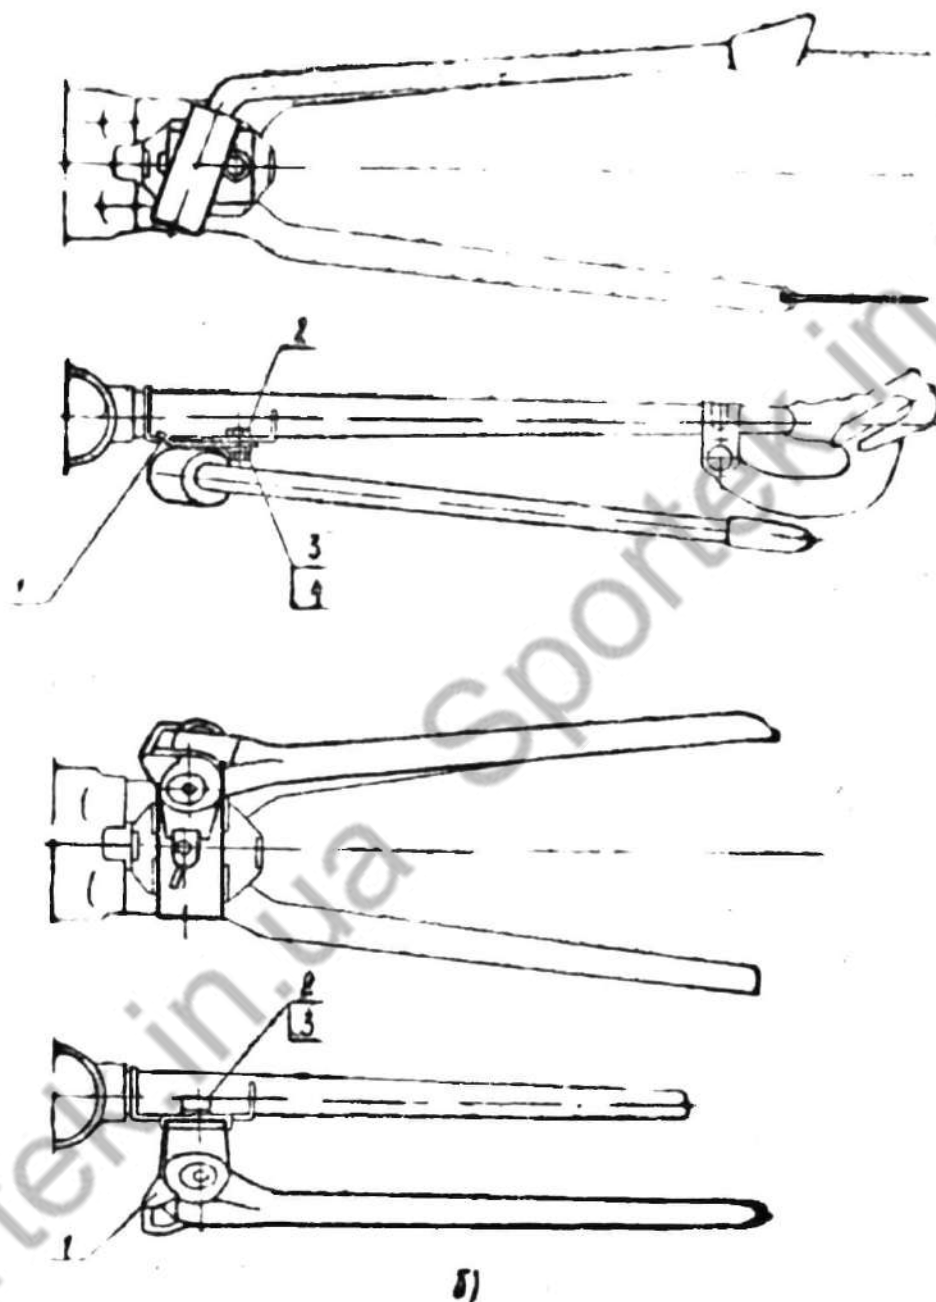

Рис. 12. Установка подставки.
Для установки стальной подставки (рис. 12а) необходимо ввести ус кронштейна (1) в прямоугольное отверстие нижнего мостика рамы, совместив отверстие кронштейна с отверстием мостика.
Для установки подставки литой из легких сплавов (рис. 12б) ее корпус (1) вставляют между отогнутых буртиков нижнего мостика рамы, обеспечив совпадение расположения резьбового отверстия подставки с отверстием в нижнем мостике рамы. На винт (2) надевают пружинную шайбу (3), вставляют его в отверстие нижнего мостика рамы и ввертывают его в резьбовое отверстие корпуса (1) подставки с достаточным крутящим моментом, исключающим возможность перемещения корпуса подставки относительно мостика рамы.